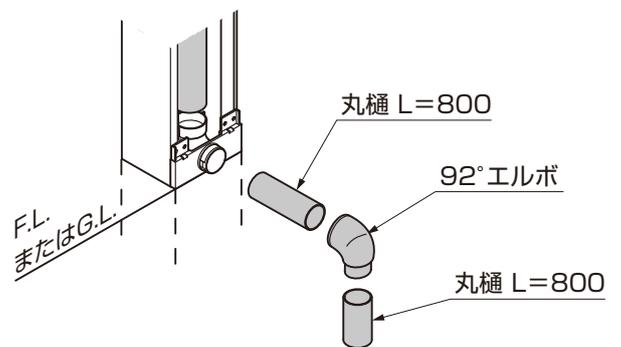

図4-14
- 柱セットに同樋のL=800の丸樋とエルボ使用して床下に排水するなどが可能です。(図4-14参照)